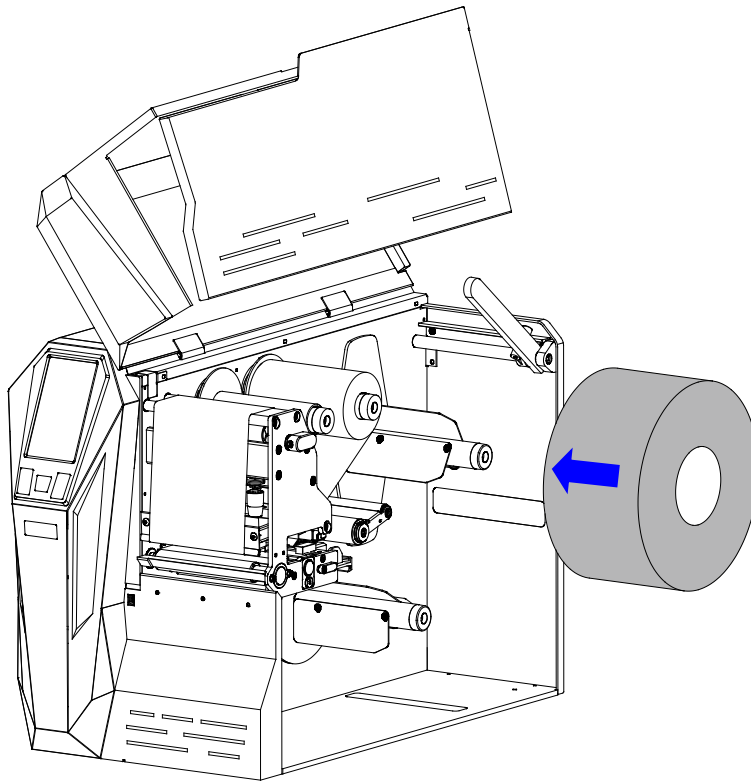

图 2-17 安装纸卷
2. 将纸卷安装至纸卷轴，并靠紧纸卷限位盘。如图 2-17 所示。